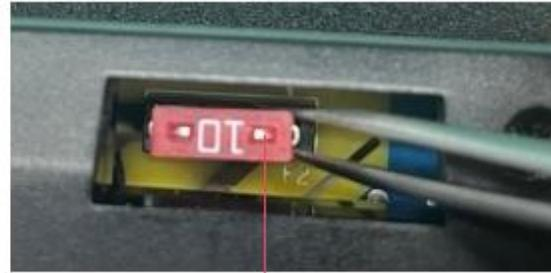

图 7-37 打开保险丝保护盖
2. 使用一字螺丝刀将示波器背面保险丝保护盖垂直翘起，如图 7-37